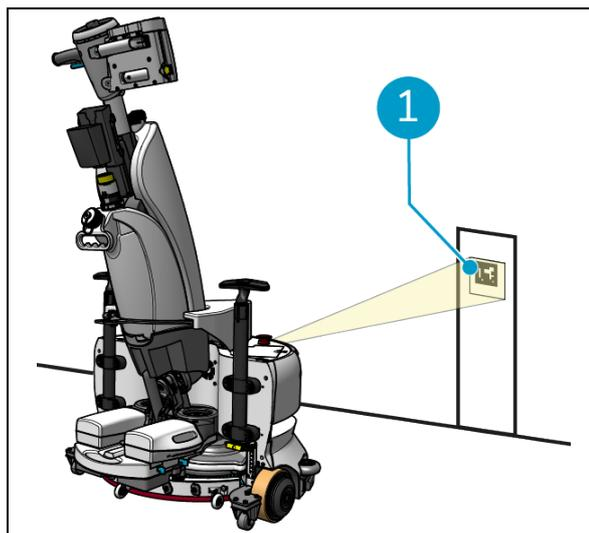

Figura 27
1. Posicionar o i-walk cerca de 30 cm à frente do código QR (Figura 27, pos. 1). O botão Ensinar Repetir piscará a azul quando o código QR for reconhecido.